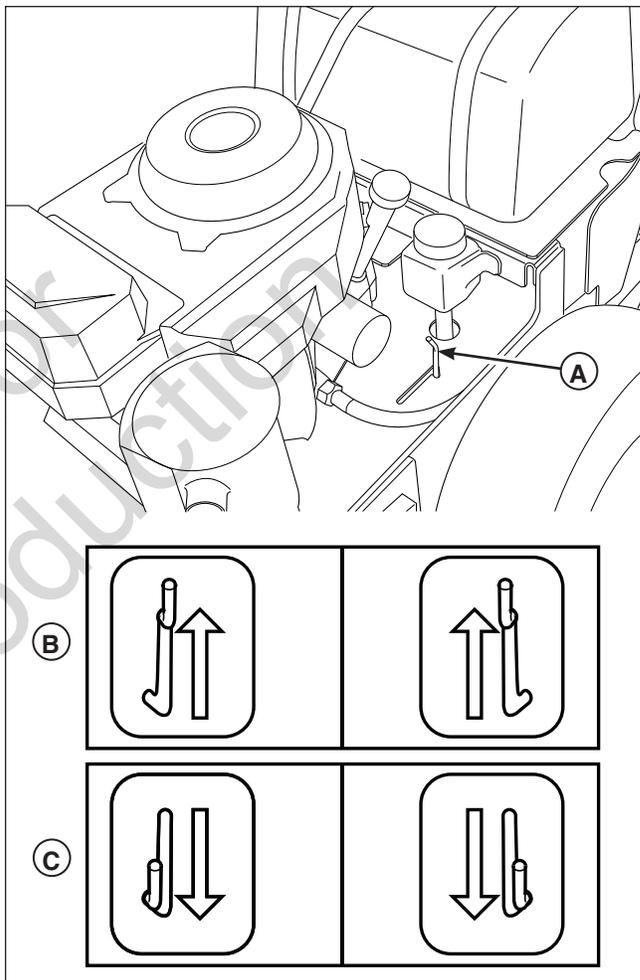

Figura 3. Leve di rilascio della trasmissione (illustrata quella del lato sinistro)
2. Individuare le leve di sbloccaggio della trasmissione (**A**, **Figura 3**) situate sulle ruote posteriori dell'unità.